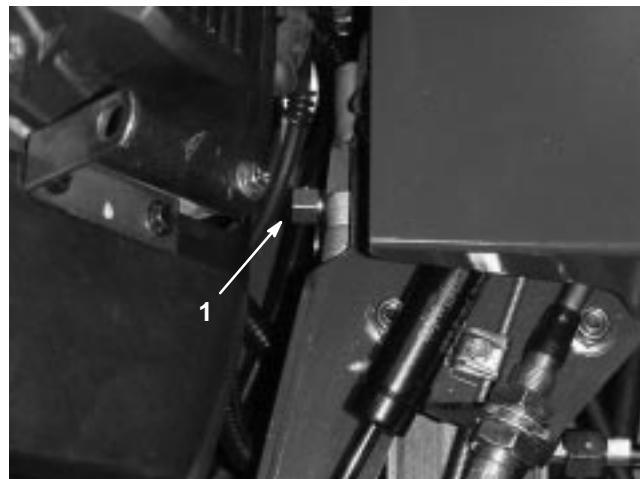

Figure 31
2. A l'aide d'une clé de 5/8 pouce, tournez la vanne de dérivation de 1 tour dans le sens anti-horaire si vous voulez pousser ou tracter la machine. Cela permet au liquide hydraulique de contourner la pompe et aux roues de tourner (Fig. 31).
Tournez la vanne de dérivation de 1 tour dans le sens horaire pour utiliser l'aérateur (Fig. 31).